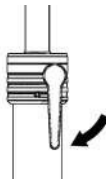

fig. 6
- 4 Draai de hendel met de klok mee zoals weergegeven in afb. 6 om de buis vast te klemmen. Lees ook 'Positionering van de klemhendel'.